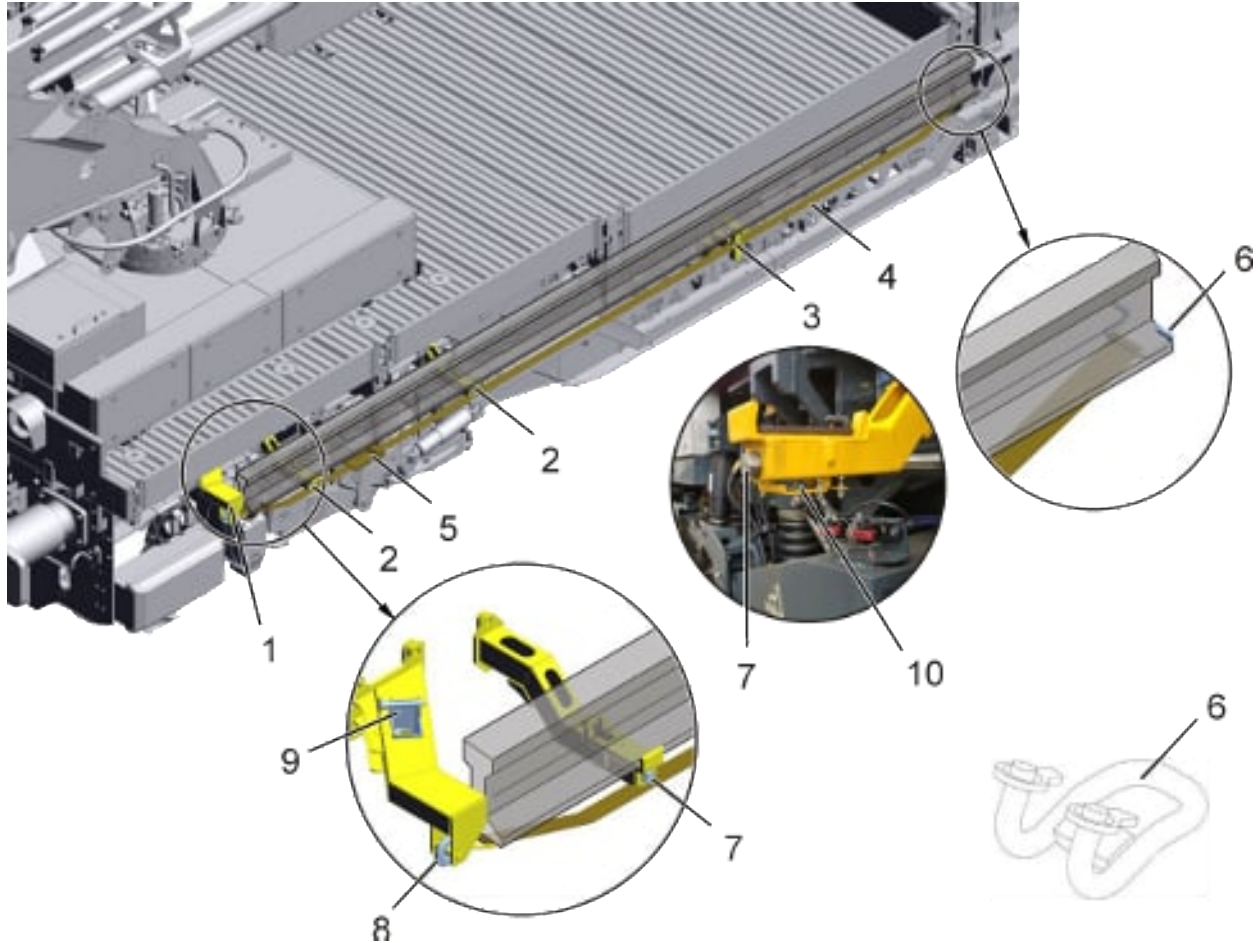

Abb. 130: Sicherung der Schienencoupons an der Fahrzeugseite (Seitenansicht am Beispiel einer 6 m Schiene)
Schienencoupons gegen Abheben und Querverschub sichern, dazu Klemmeinheiten über Sechskant, siehe Abb. 130 (7), mit Rollgabelschlüssel (SW 30) anziehen.